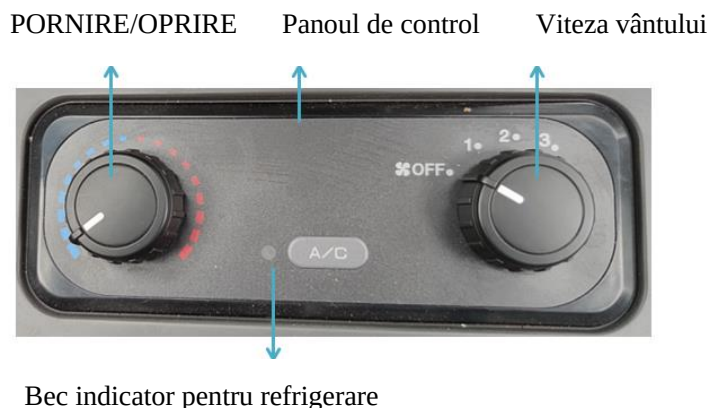

FIG. 4.9.1
- (1) Alegeți viteza și direcția adecvată a vântului în funcție de „operațiunea de aerisire”.
- (2) După cum indică FIG. 4.9.1 , rotiți comutatorul principal într-o poziție corespunzătoare în zona roșie. (Rotiți în sens invers acelor de ceasornic pentru o temperatură mai scăzută; rotiți în sensul acelor de ceasornic la extrema dreaptă pentru cea mai ridicată temperatură. Dacă este prea cald, rotiți în sens invers acelor de ceasornic în mod corespunzător, pentru a crește temperatura; În plus, temperatura caldă poate fi reglată și de viteza vântului.)
- (3) Puteți obține un mediu confortabil prin controlul vitezei și direcției vântului și al temperaturii.